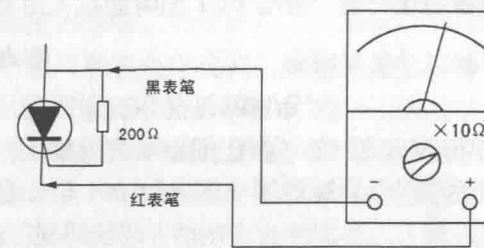

图 1-16 可控硅测量方法示意图
(2) 若可控硅 AK 或 AG 极之间开路，阻值也为无穷大，用上述方法是不能正确判断，可按图 1-16 所示方法进行检查。将万用表拨到电阻 $R \times 10 \Omega$
(3) 在可控硅判断测量过程中（如图 1-16 所示），如果 AK 极之间导通，这时可断开 A 极与 G 极之间的电阻，如果 AK 极仍然能够导通，说明可控硅正常。反之，说明可控硅损坏。